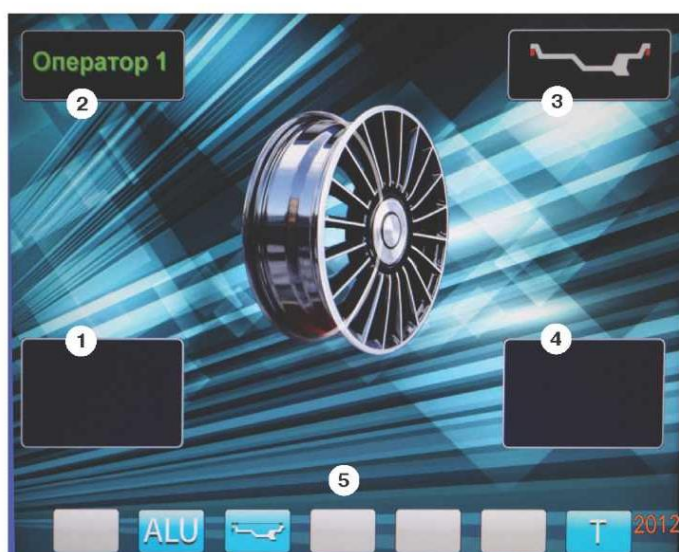

рис.8.2.
8.3. После включения питания СБ на экране монитора отображается фирменная заставка, которая через несколько секунд сменяется отображением экрана основного рабочего режима (рис. 8.2).
Для выбора схем расположения грузов в программах «ALU1-ALU5» необходимо, находясь в режиме основного рабочего экрана, нажать кнопку «ALU», при этом открывается окно схем установки грузов, отмеченных номерами рис.11.3. Если после введения размеров колеса установился экран ввода геометрических параметров, необходимо перейти в экран основного рабочего режима нажатием кнопки «STOP». Для выбора нужной схемы нажмите кнопку верхнего ряда клавиатуры с соответствующим номером. Выбранная схема установки грузов отображается в окне 3 экрана основного рабочего режима (рис. 8.2).
рис.12.1. случае в окнах 1 и 4 (рис. 8.2) высвечиваются «OK». Минимальный дисбаланс, отображающийся в окнах 1 и 4, равен 5г. Дисбаланс, превышающий 5г, округляется до величины кратной 5, т. е. дисбаланс 9, 10, 11 и 12 г отображается цифрой 10, дисбаланс 13, 14, 15, 16 и 17 г - цифрой 15 и т. д. Для просмотра неокругленного значения дисбаланса или дисбаланса менее 8г. необходимо нажать кнопку «<<», при этом в окнах 1 и 4 на 2-3 сек высвечиваются фактические значения дисбаланса, определенные в данном запуске.
12.3.4. Для проверки результатов балансировки снова запустите СБ. Если колесо отбалансировано правильно, на индикаторах 1 и 4 (рис. 8.2.) отображаются символы «ОК».